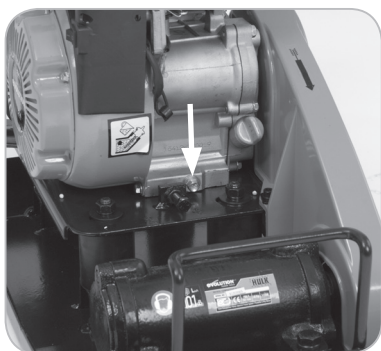

Fig. 12
- Otez la totalité de la bonde de vidange pour vous assurer que l'huile se vide entièrement. (**Fig. 12**)